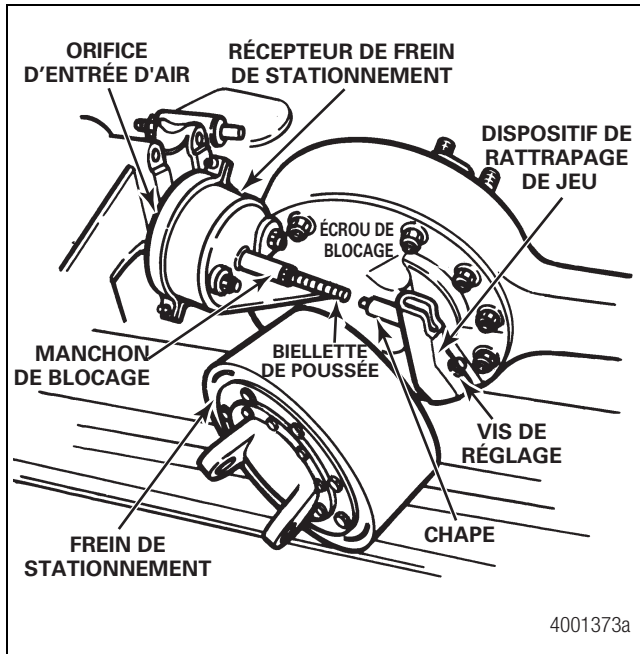

Figure 2.6
- Il est muni de segments de frein de 4,5 po (114 mm) de largeur. Figure 2.6.